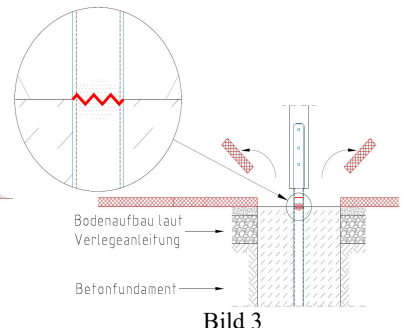

Bild 3
- halbjährlich die Kugelgelenke warten. Sie befinden sich jeweils an den Enden der Bremsgelenkstangen und Führungsstangen. Dazu die Säulenabdeckungen und Bodenabdeckungen (siehe Bild 3 + 5 unten) entfernen. Die Kugelgelenke können durch die Öffnung erreicht werden. Mit dem mitgelieferten Wartungsspray die Kugelgelenke einsprühen. Es sind nur die Kugelgelenke zu pflegen, auf keinen Fall die Scheibe oder Bremsklötze einsprühen!!!!